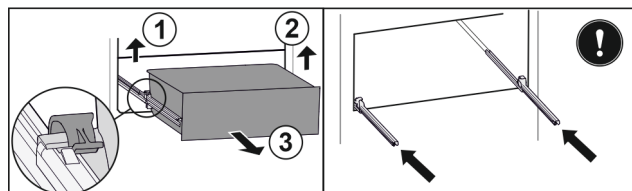

Fig. 132
- Soulever la bride gauche et tirer dans le même temps la partie gauche du tiroir vers l'avant. Fig. 132 (1)
- Soulever la bride droite et tirer dans le même temps la partie droite du tiroir vers l'avant. Fig. 132 (2)
- Retirer le tiroir par l'avant. Fig. 132 (3)